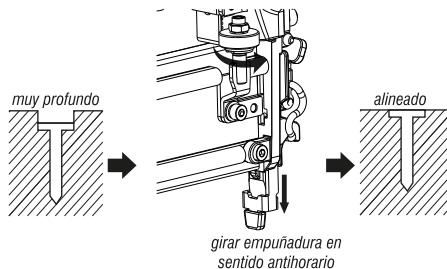

Fig. 6 – Clavos muy profundos
- Para reducir la profundidad del clavo, gire la empuñadura en sentido antihorario, de acuerdo a la Fig. 6;